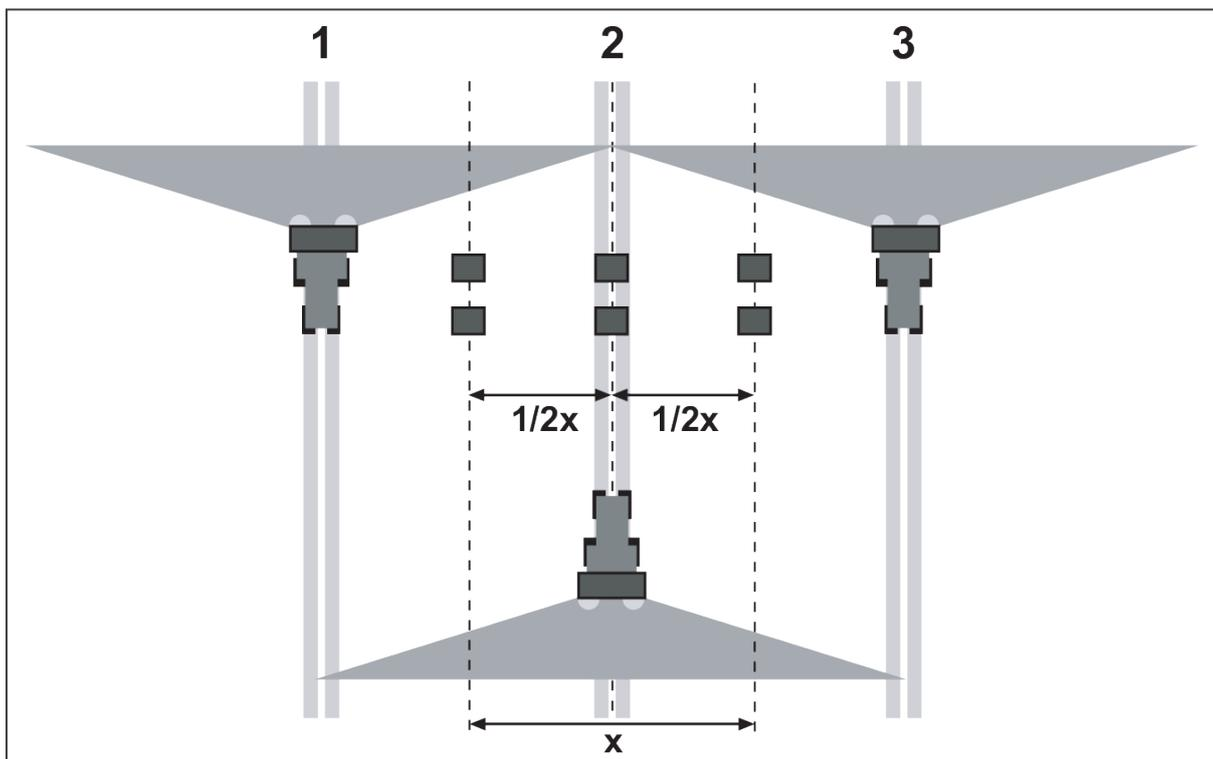

Abb. 33: Aufstellung für drei Überfahrten
- ▶ Je zwei Auffangschalen im Abstand von **1 m** hintereinander in den Überlappungszonen (zwischen den Fahrgassen) und in der mittlere Fahrspur aufstellen (entsprechend Abb. 33)